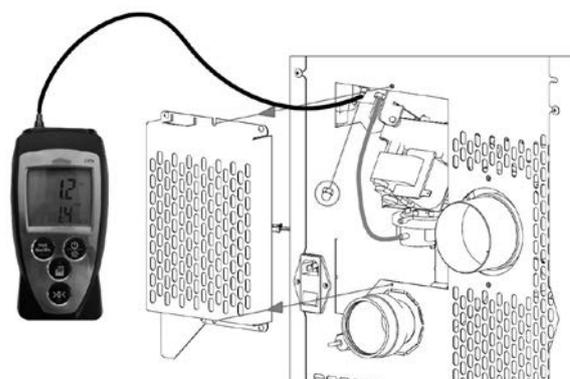

Fig. 77 - Collegamento pressostato digitale
- Collegare con un tubetto un pressostato digitale per rilevare la depressione (vedi Fig. 77).